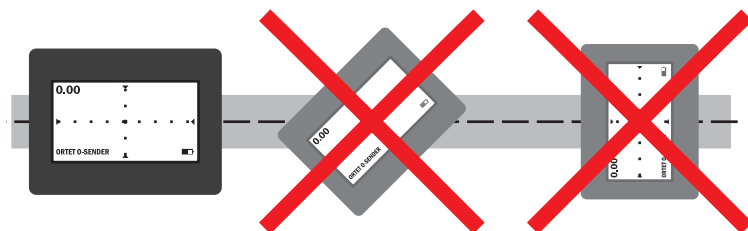

Fig. 48: Ajuste de localización **MAX CAMERA** – Alineación correcta del Receptor sobre la tubería (izquierda)
4. En necesario alinear correctamente el Receptor para poder determinar la profundidad (Fig. 48). Gire el Receptor de tal manera que la pantalla esté alineada con la sonda paralela a la tubería.